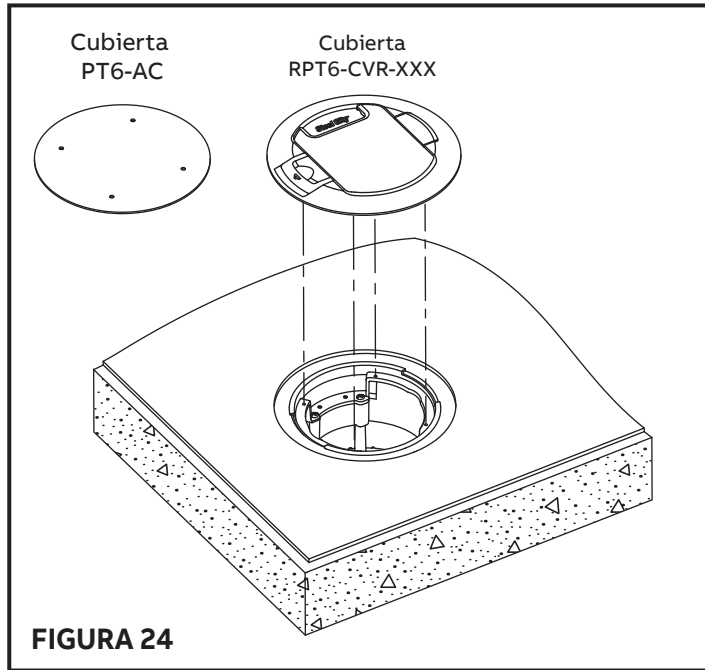

FIGURA 24
9.1 CUBIERTA DE ABANDONO/TEMPORAL PT6-AC (se vende por separado). Instálase para proteger el dispositivo Poke-Through y los dispositivos HASTA DESPUÉS que se hayan retirado los escombros de la construcción. Retire e instale la cubierta RPT6 para activar la caja del piso (Figura 24).